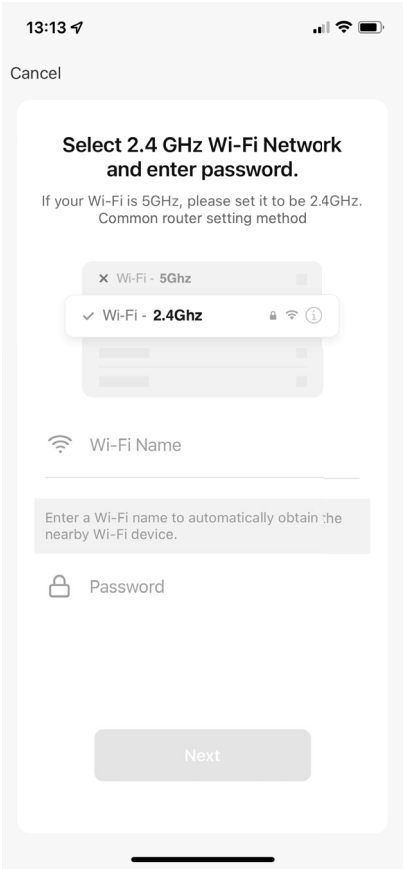

Fig. 3
- Nel passaggio successivo immettere la password della propria rete Wi-Fi (**vedere la fig. 3**), quindi toccare il pulsante AVANTI.